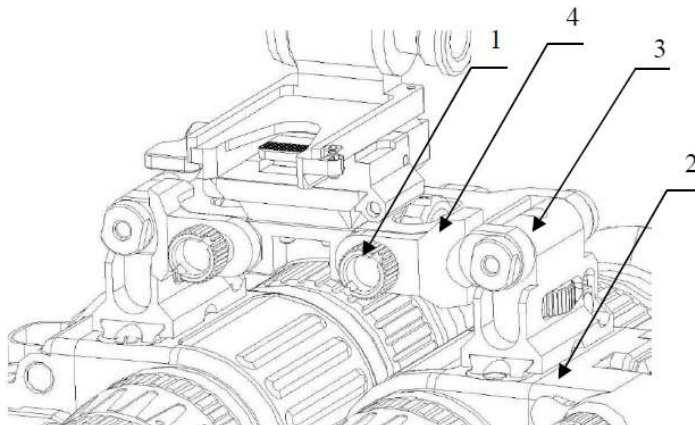

Рисунок 9 - Регулировка межзрачкового расстояния
6.4 Регулировка межзрачкового расстояния (рисунок 9)
6.4.3 Отпустить винты упоров 1 (рисунок 9) на четверть оборота.